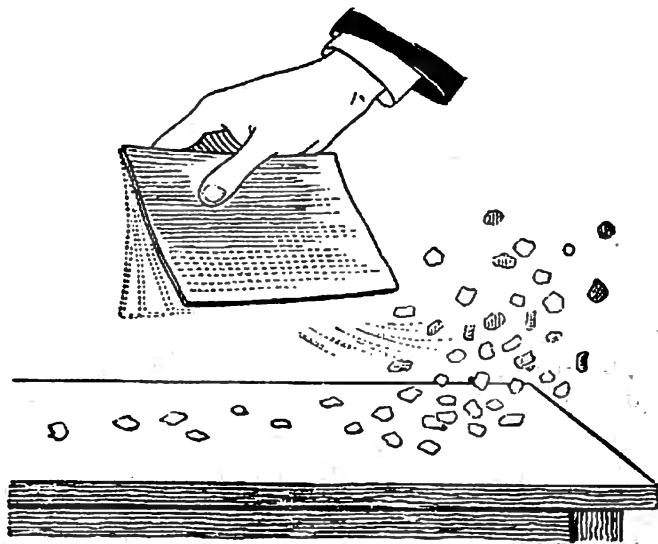

Fig. 4. — L'air déplacé par le mouvement du cahier soulève des corps légers.
**2. L'air nous entoure de toutes parts.** — Agitons devant notre visage, puis au-dessus de la tête d'un camarade, auprès de petits bouts de papier, une ardoise d'écolier ou un cahier fermé. Cette fois encore, nous sentons le frôlement frais, les cheveux s'agitent, les fragments de papier se déplacent (*fig. 4*) : de l'air a été mis en mouvement par l'ardoise ou le cahier.